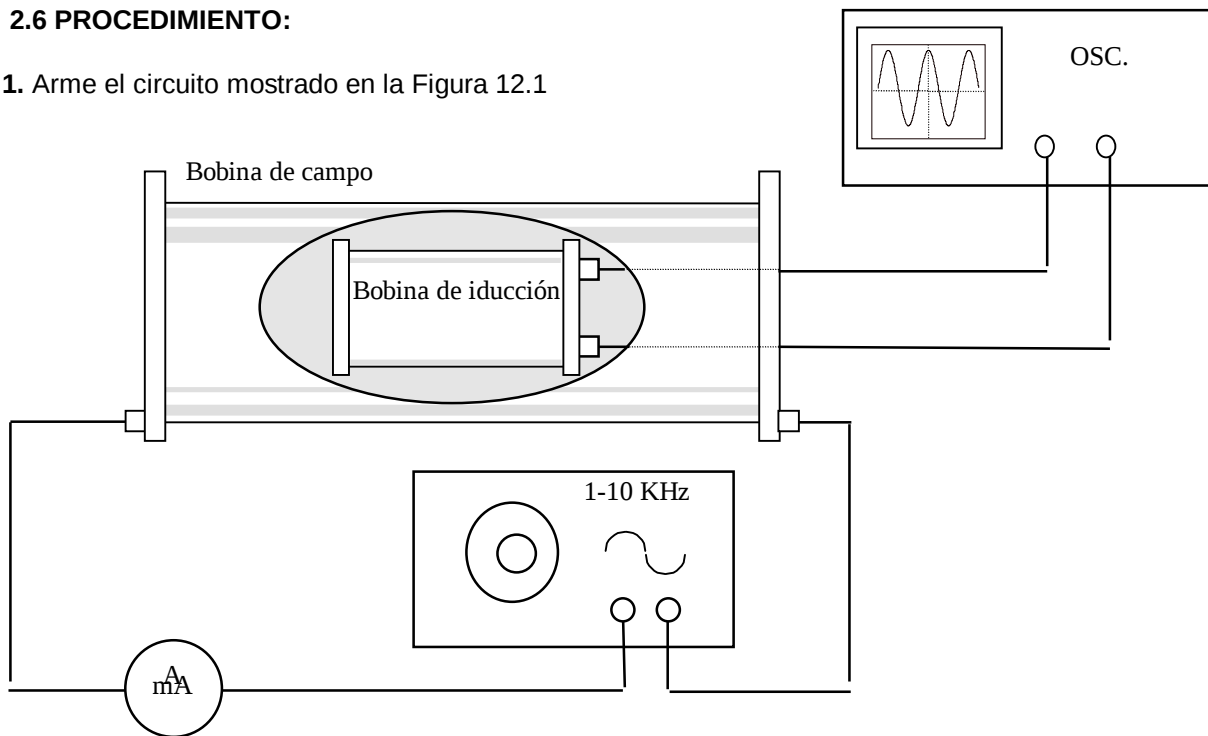

FIGURA 12.1 Montaje para medir la inducción magnética en un solenoide
1. Arme el circuito mostrado en la Figura 12.1